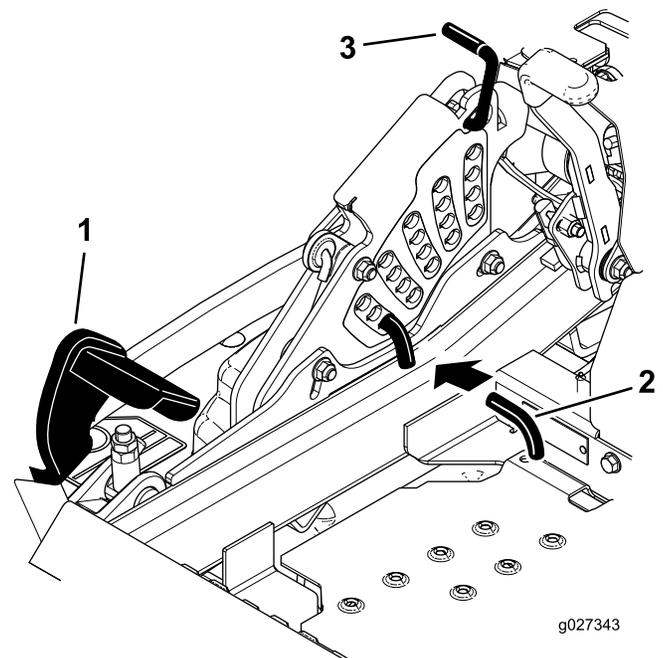

Figura 26
2. Premete il pedale di sollevamento del piatto di taglio e sollevate il piatto in posizione di trasporto (oltre la posizione dell'altezza di taglio di 140 mm) (Figura 26).
3. Per regolare, ruotate il perno di 90 gradi e togliete il perno dalla staffa dell'altezza di taglio (Figura 26).
4. Nella staffa dell'altezza di taglio scegliete un foro corrispondente all'altezza richiesta, ed inserite il perno (Figura 26).